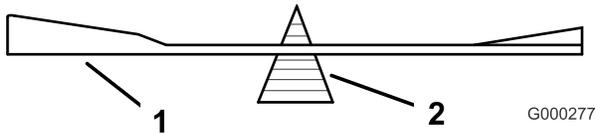

Figura 84
2. Verifique el equilibrio de la cuchilla colocándola sobre un equilibrador de cuchillas (Figura 84). Si la cuchilla se mantiene horizontal, está equilibrada y puede utilizarse. Si la cuchilla no está equilibrada, rebaje algo el metal en la parte de la vela solamente (Figura 82). Repita este procedimiento hasta que la cuchilla esté equilibrada.